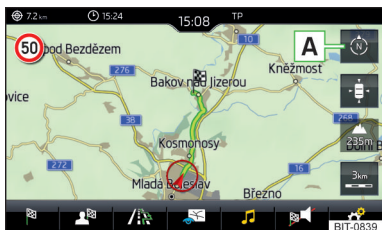

Abb. 183
► Zur **Änderung der Kartenausrichtung** im Hauptmenü *Navigation* die Funktionsfläche  **A** » **Abb. 183** antippen.